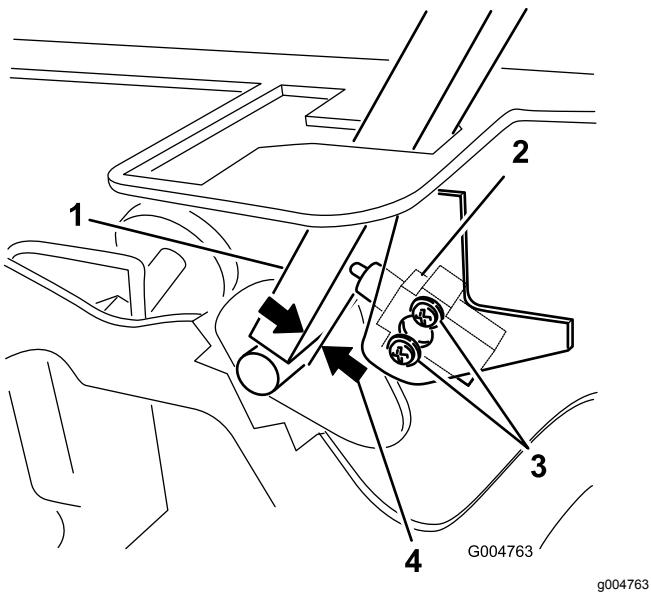

Figure 48
3. Desserrez les 2 vis de fixation du contacteur de sécurité (Figure 48).
4. Maintenez le levier de commande contre le cadre et rapprochez le contacteur du levier jusqu'à ce qu'ils soient espacés de 0,4 à 1 mm, comme montré à la Figure 48.